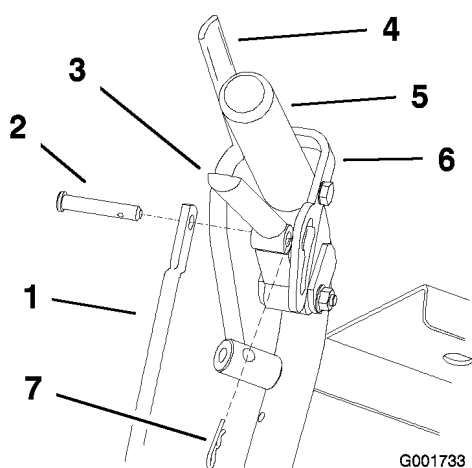

Figura 17
1. Retire los pasadores y los pasadores de seguridad de las palancas de avance y los cierres de bloqueo de punto muerto (Figura 17).
punto muerto e introdúzcalo en los pasadores de seguridad (Figura 17).